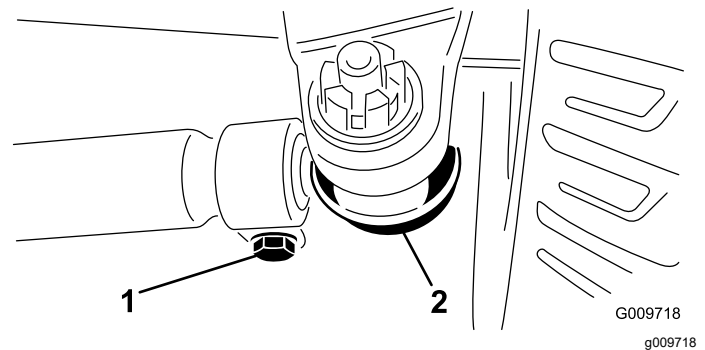

Figura 76
- Per regolare, togliete la coppiglia e il dado da uno dei giunti a sfera del tirante (Figura 76). Togliete il giunto a sfera del tirante dal supporto della scatola del ponte.
- Allentate i fermi su entrambe le estremità dei tiranti (Figura 76).